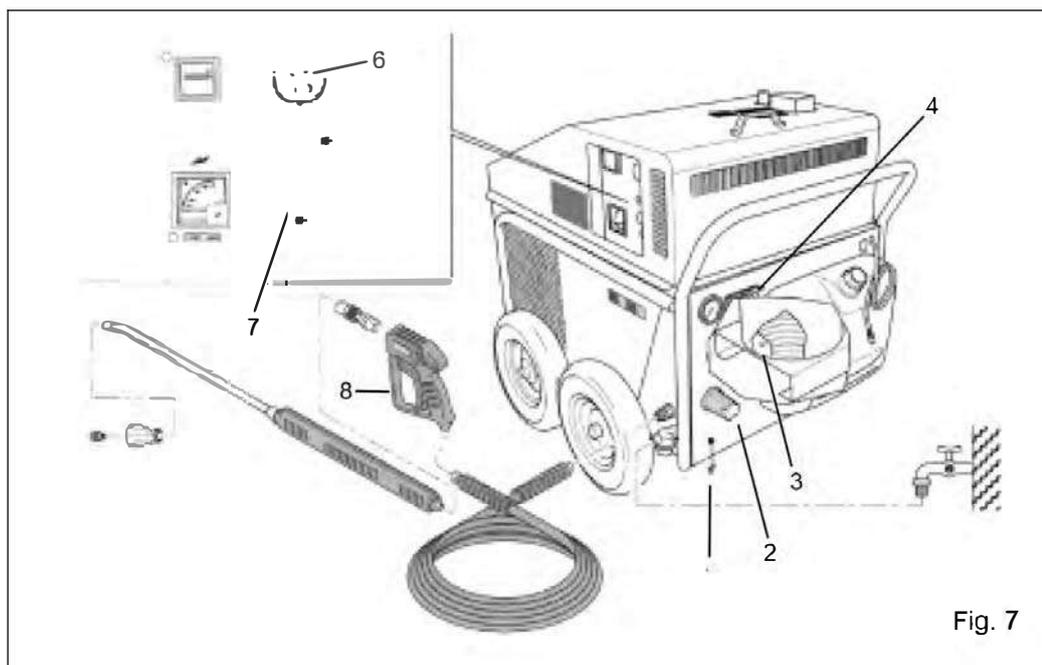

Fig. 7
Es obligatorio conectar la máquina a tierra a través de un cable de toma de tierra que debe ir fijo a la máquina donde se encuentra el perno de masa señalado con el símbolo de tierra (Fig. 7 pos. 27).
- 1.9.7 **Seguridad del gasoil sin quemar:** este es un dispositivo de seguridad para impedir el llenado de la caldera de tipo vertical por el gasoil sin quemar; está compuesto por uno o más agujeros practicados en el fondo de la caldera misma (Fig. 7 pos. 3). Los agujeros tienen una dislocación y protección tal de impedir cualquier tipo de salida de calor o humos. A través de este agujero el gasoil sin quemar puede salir fácilmente, evitando el peligro de explosiones o fuertes volúmenes de fuego, que normalmente provocan la destrucción de todas las partes inflamables que componen la máquina.
**IMPORTANTE:** Antes de utilizar la máquina controlar que la misma esté conectada a tierra (Fig. 7 pos. 1)
- A – Controlar que el pulsador en forma de hongo de emergencia stop, situado debajo del cuadro de mandos (Fig. 7 pos. 2) esté en posición “desconectado”.
- B – Poner el grupo en marcha eléctricamente con la llave. (Fig. 7 pos. 4)
- C – Insertar el interruptor - quemador ubicado en el cuadro de mandos (Fig. 7 pos. 7) y la máquina está lista para erogar agua caliente con presión (elegir la temperatura de funcionamiento necesaria a través del termostato graduado ubicado en el cuadro de mandos) (Fig. 7 pos. 6).
- D – Para obtener la salida del agua con presión por la lanza se necesita tirar la palanca de la pistola, (Fig. 7 pos. 8) dejando volver la misma palanca a la posición de reposo se obtiene la interrupción del flujo de agua y del calentamiento. El grupo está dotado de un pistón hidráulico que acelera o detiene el motor entotérmico según se abra o se cierre la pistola de aspersión.
- E – La detención total del grupo, sea con motor de gasolina que con motor diesel, se obtiene poniendo a cero la llave de puesta en marcha (Fig. 7 pos. 4) o a través del pulsador en forma de hongo emergencia stop (Fig. 7 pos. 2) Algunos minutos antes de proceder a la detención de la máquina es una buena norma cerrar el sistema de aspiración detergente para evitar residuos de productos químicos en la máquina y apagar el quemador para impedir que el agua recalentada provoque incrustaciones de calcáreo en el serpentín.
Para variar la presión en modo constante hacer girar la manivela negra de la válvula de BY-PASS (Fig. 7 posición) en uno u otro sentido según sea la presión deseada. El sentido de rotación + o - se puede leer en la manivela misma.